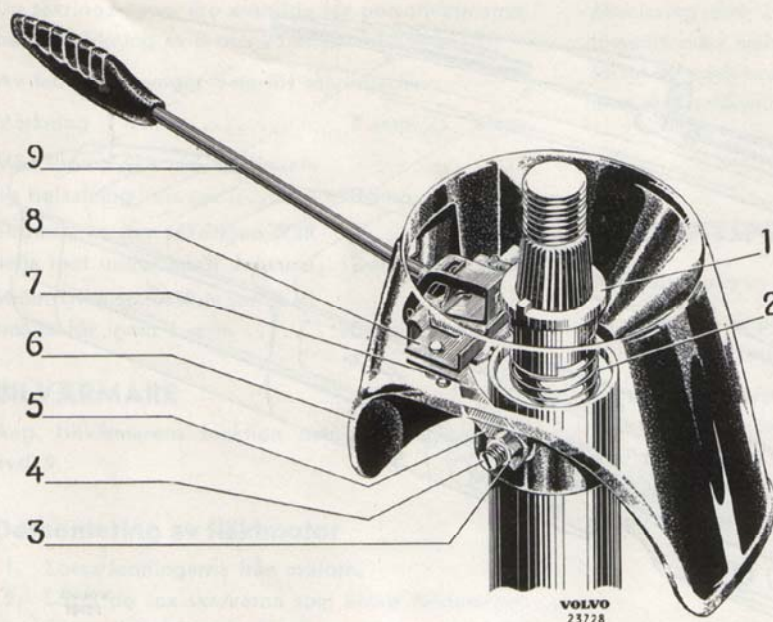

Bild 96. Körvisaromkopplare.
3. Lossa låsmuttern, 3 bild 96, samt skruva ur stoppskruven (4) några varv.
Justering av körvisaromkopplaren sker genom att skruv 4 bild 96 lossas varefter kåpa med omkopplare kan vridas i önskat läge. I höjdlid bör en spalt på omkr. 2 mm lämnas mellan ratt och kåpa.